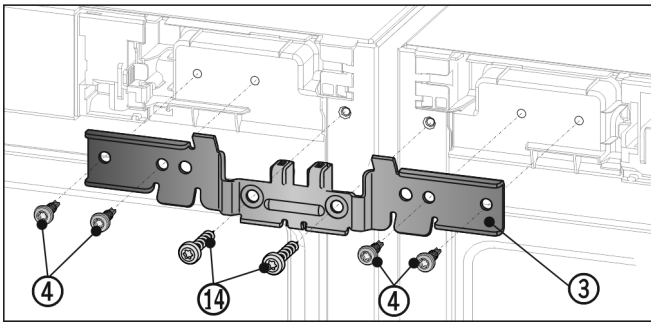

Fig. 13
- ▶ Winkel Fig. 13 (3) mit dem Distanzstück zwischen die Geräte und auf die Zapfen schieben. Den Winkel mit vier Schrauben Fig. 13 (4) und den zuvor herausgeschraubten Erdungsschrauben Fig. 13 (14) abwechselnd rechts und links lose anschrauben.